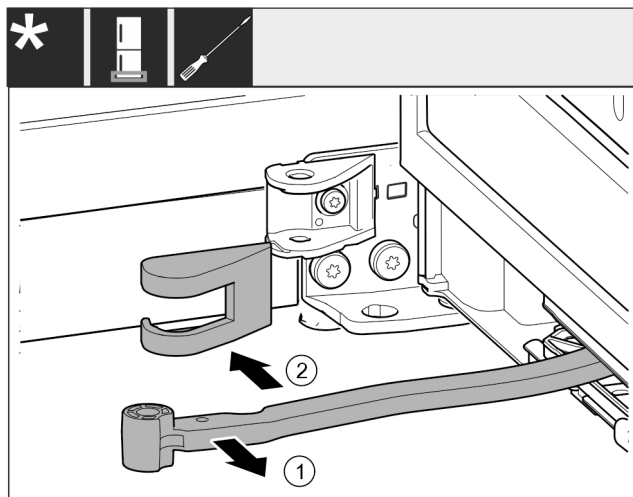

Fig. 18
- ▶ Zavrtite zgibni del Fig. 18 (1) v smeri vrat.
- ▶ Odstranite pokrov ležajnega podstavka Fig. 18 (2).